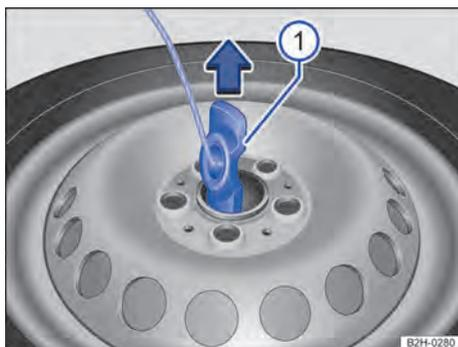

Fig. 191 Roda sobressalente ou roda de emergência: soltar o suporte dos aros.
Legenda para Fig. 191:
- Colocar em posição vertical o suporte do aro → Fig. 191 ①.